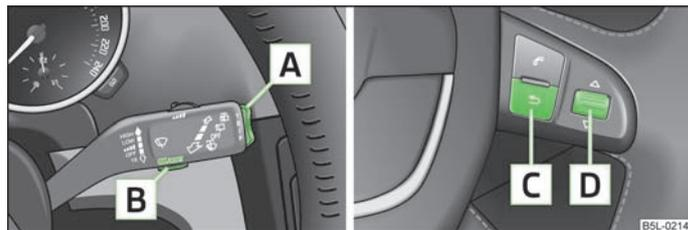

Fig. 6 Affichage multifonction : Organe de commande sur la manette des essuie-glaces/organe de commande sur le volant multifonction
Une commutation entre les mémoires s'effectue au moyen de la touche **B** » fig. 6 sur la manette des essuie-glaces ou à l'aide de la molette de réglage **D** » fig. 6 sur le volant multifonction.
L'interrupteur **A** » fig. 6 et la touche **B** se trouvent dans la poignée de la manette des essuie-glaces. La commutation et la remise à zéro sur le volant multifonction s'effectue au moyen de la molette **D**.
Un symbole représentant un flocon de neige (avertissement de verglas) s'affiche si la température extérieure descend en-dessous de + 4 °C et un signal retentit. Après avoir appuyé sur l'interrupteur **A** de la manette des essuie-glaces » fig. 6 ou sur la touche **C** du volant multifonction » fig. 6 la fonction représentée est celle qui a été affichée en dernier.
La durée du trajet depuis le dernier effacement de la mémoire apparaît sur le visuel. Si vous souhaitez calculer la durée du trajet à partir d'un moment précis, vous devez remettre la mémoire à zéro à ce moment-là, en appuyant sur la touche **B** de la manette des essuie-glaces » fig. 6 ou sur la molette de réglage **D** du volant multifonction » fig. 6 pendant plus d'1 seconde.
Si vous souhaitez calculer la consommation moyenne de carburant pour une période précise, vous devez remettre la mémoire à zéro au début de la mesure, au moyen de la touche **B** de la manette des essuie-glaces » fig. 6 ou de la molette de réglage **D** du volant multifonction » fig. 6. Après la remise à zéro, des traits s'affichent sur le visuel sur les 100 premiers mètres.
Le trajet parcouru depuis le dernier effacement de la mémoire apparaît sur le visuel » page 15. Si vous souhaitez calculer le trajet parcouru à partir d'un moment précis, vous devez remettre la mémoire à zéro à ce moment-là, en appuyant sur la touche **B** de la manette des essuie-glaces » fig. 6 ou sur la molette de réglage **D** du volant multifonction » fig. 6.
La vitesse moyenne en km/h depuis la dernière remise à zéro de la mémoire s'affiche sur le visuel » page 15. Si vous souhaitez calculer la vitesse moyenne de carburant pour une période précise, vous devez remettre la mémoire à zéro au début de la mesure, au moyen de la touche **B** de la manette des essuie-glaces » fig. 6 ou de la molette de réglage **D** du volant multifonction » fig. 6.
- Au moyen de la touche **A** de la manette des essuie-glaces » fig. 6 ou de la molette de réglage **D** du volant multifonction » fig. 6, sélectionnez l'option de menu **Avertissement en cas de dépassement de la vitesse**.